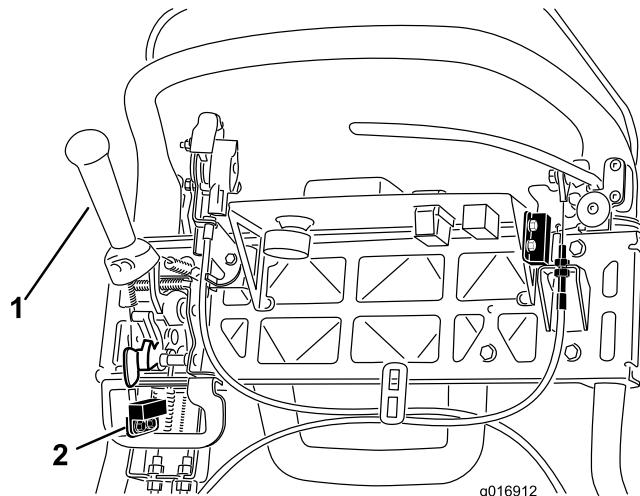

図 38
4. インタロックスイッチを固定しているねじをゆるめる（図 38）。
5. 走行レバーとインタロックスイッチとの間に厚さ 1.6 mm のすきまゲージをはさむ（図 38）。